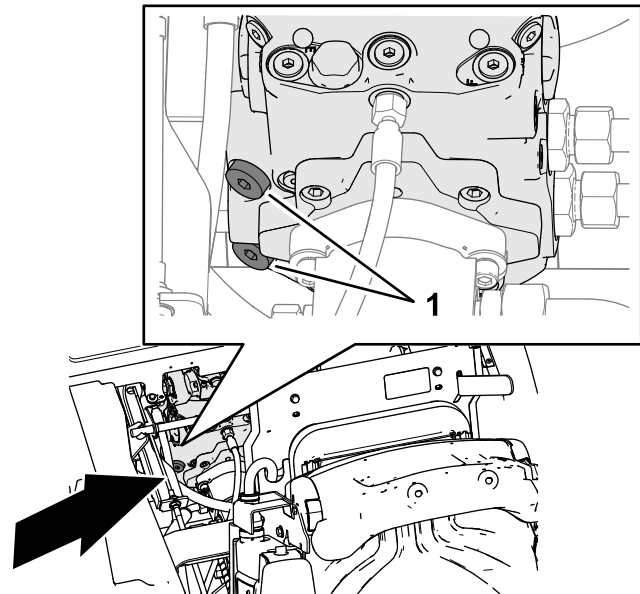

Figura 36
3. Utilice una llave allen de 8 mm para girar los 2 tapones de cabeza hexagonal de las válvulas de alivio de la bomba de la transmisión 3 vueltas en sentido horario (Figura 36).